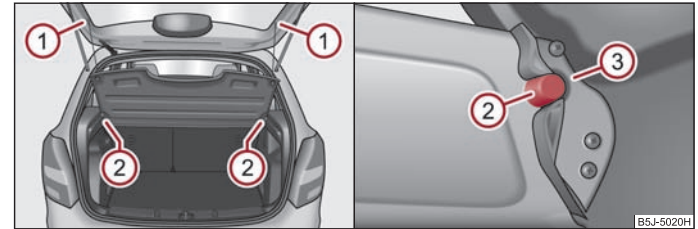

Abb. 58 Ausbau / Einbau der Gepäckraumabdeckung
- Hängen Sie die Haltebänder aus ① ⇒ Abb. 58.
- Die Gepäckraumabdeckung nehmen Sie, durch angemessene Schläge auf die Unterseite der Abdeckung im Bereich zwischen den Haltern, aus den Haltern ② heraus.
- Beim Wiedereinbau legen Sie die Abdeckung auf die Anlageflächen der Seitenverkleidung und stellen die Aufnahmen an der Abdeckung ③ über die Halter ② an der Seitenverkleidung.
- Hängen Sie die Haltebänder ① an der Gepäckraumklappe ein.